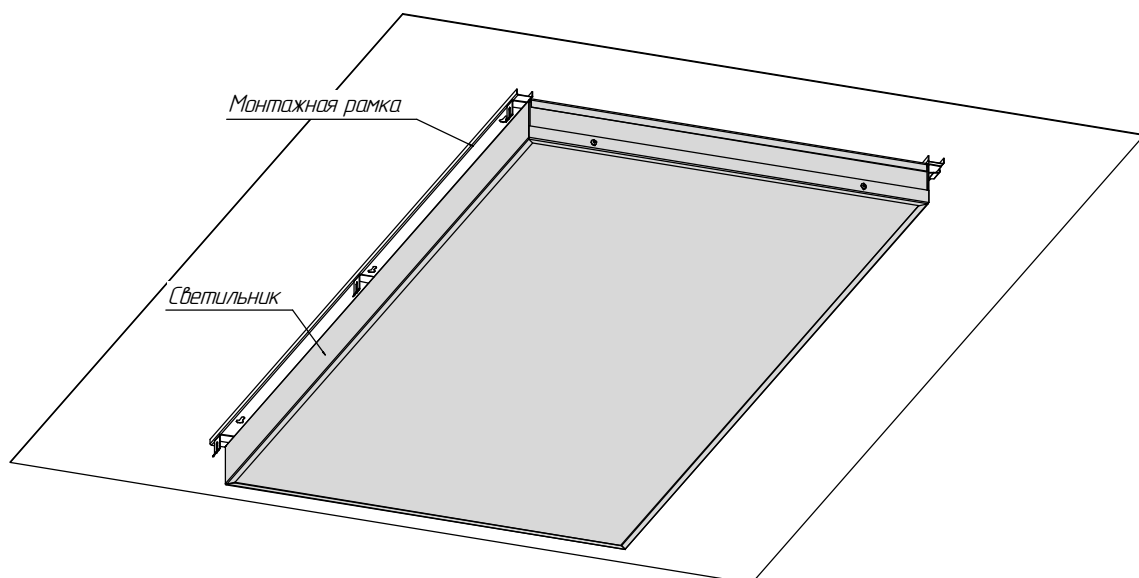

Рисунок 5 - Установка светильника
5.6. Установите светильник через проставки, которые идут в комплекте к нему внутри монтажной рамки согласно пункта 5.7 (рисунок 5).